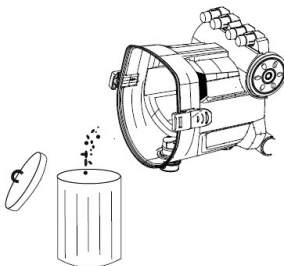

Fig.19: Vaciar el filtro
Paso 2: Vacíe el contenido inclinando la parte inferior del carcasa (Fig.19). Si se utiliza una bolsa para el polvo, retírela e inserte una nueva.